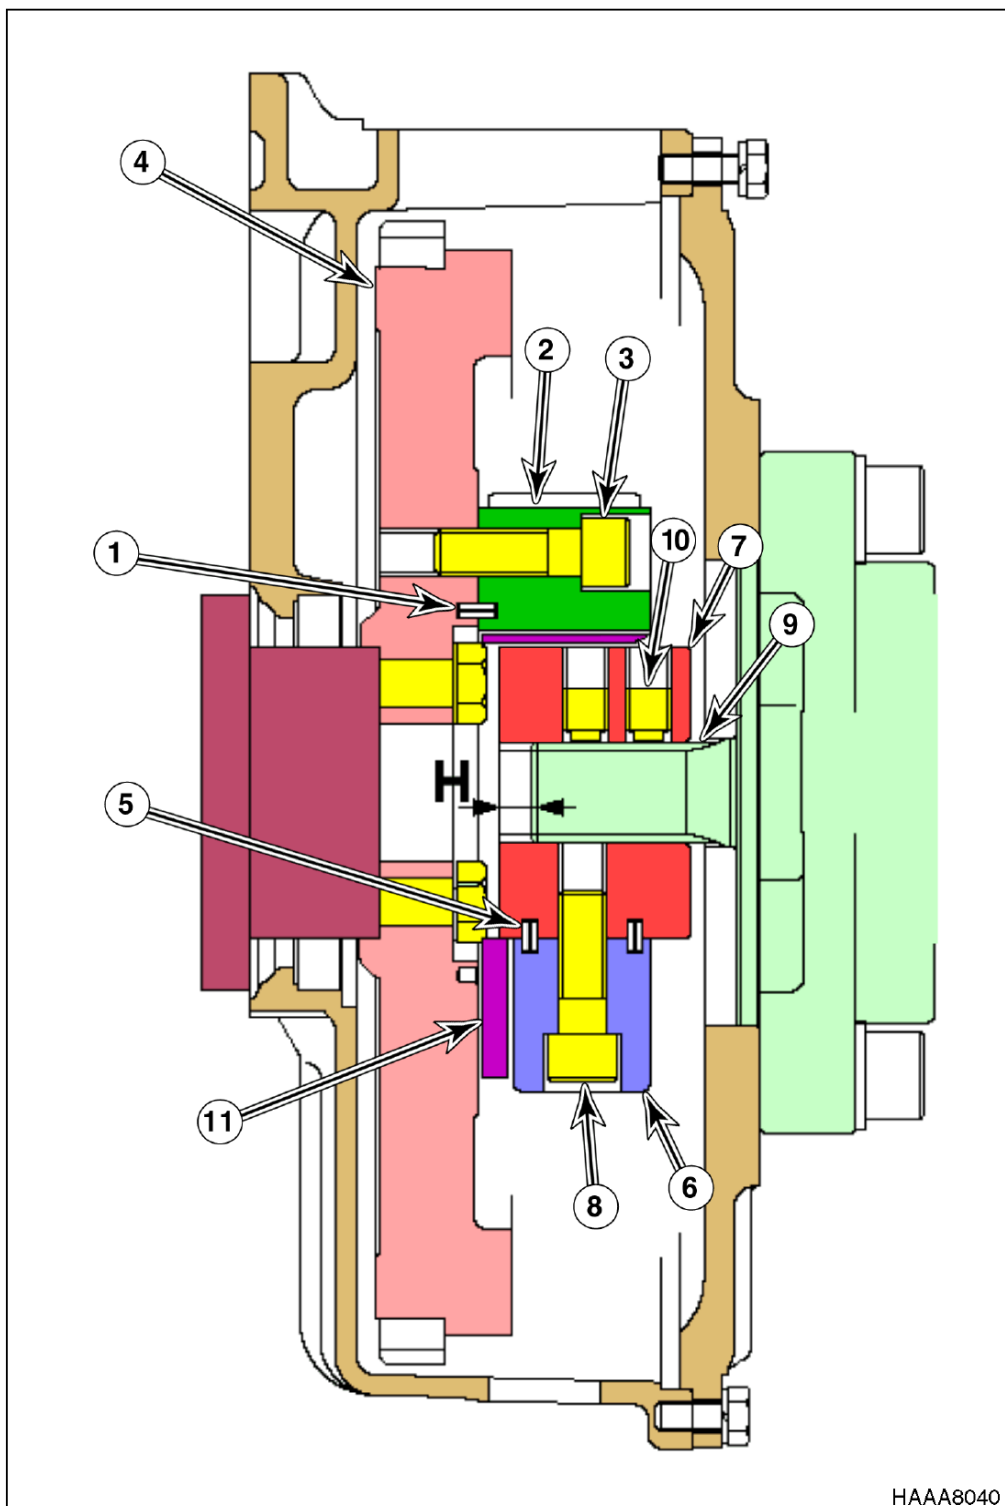

Рис. 5. УСТАНОВКА МУФТЫ ПРИВОДА
Таблица1 Информация о деталях и моментах для рис. 5
Таблица 2. Требования к «размеру Н» и моменту (см. рис. 5)
**ПРИМЕЧАНИЕ:** При использовании следующей процедуры см. рис. 5.
1. Установите пружинный фиксатор (1) и прикрепите вставку (2) с болтом (3) к маховику двигателя (4).
2. Установите два пружинных фиксатора (5) и прикрепите вставку (6) к ступице (7) болтами (8).
4. Передвиньте ступицу (7) на ее место на валу насоса (9), как указано в таблице 2 для «размера Н», и закрепите ее на месте зажимными винтами (10).
**ПРИМЕЧАНИЕ:** Нанесите на зажимные винты (10) Loctite № 262.
5. Установите элемент (11) между вставками (2) на маховике двигателя (4).
6. Установите главный насос и ступицу (7), мягко толкая ее к элементу (11).